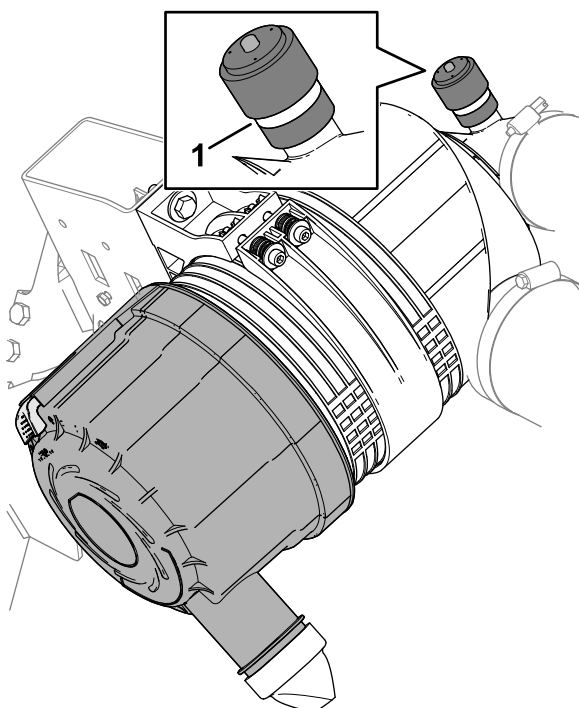

Figure 117
3. Vérifiez l'indicateur de colmatage au bout du boîtier de filtre à air (Figure 117).